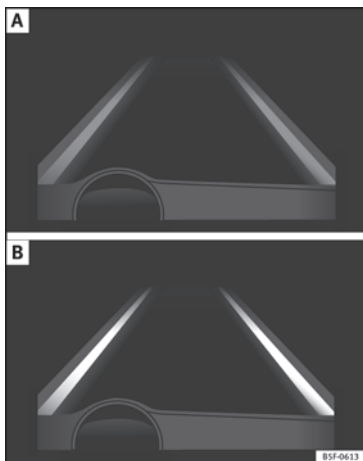

Abb. 206 Im Display des Kombiinstrument: Anzeige im Display des Spurhalteassistenten (Beispiel 1).
- System aktiv, aber nicht verfügbar, da die Mindestgeschwindigkeit nicht erreicht ist oder das System die Begrenzungslinien der Fahrspur nicht erkennt » **Abb. 206 A**.
genblick wird die Fahrtrichtung nicht korrigiert » **Abb. 206 B**.